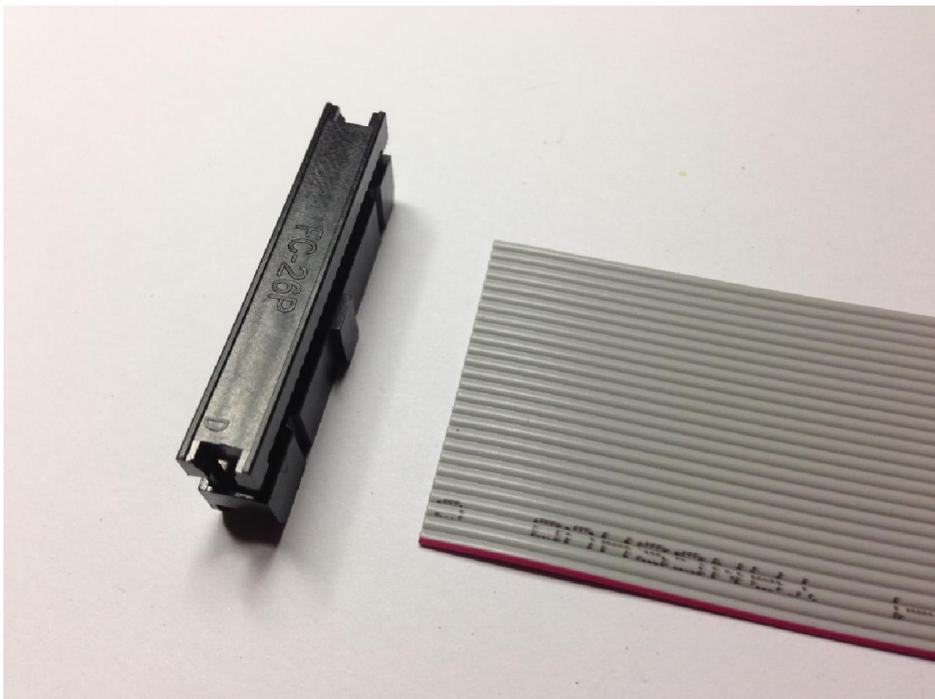

Bild 17
7.1. Pfostenbuchse und Kabel wie folgt positionieren (Bild 17).